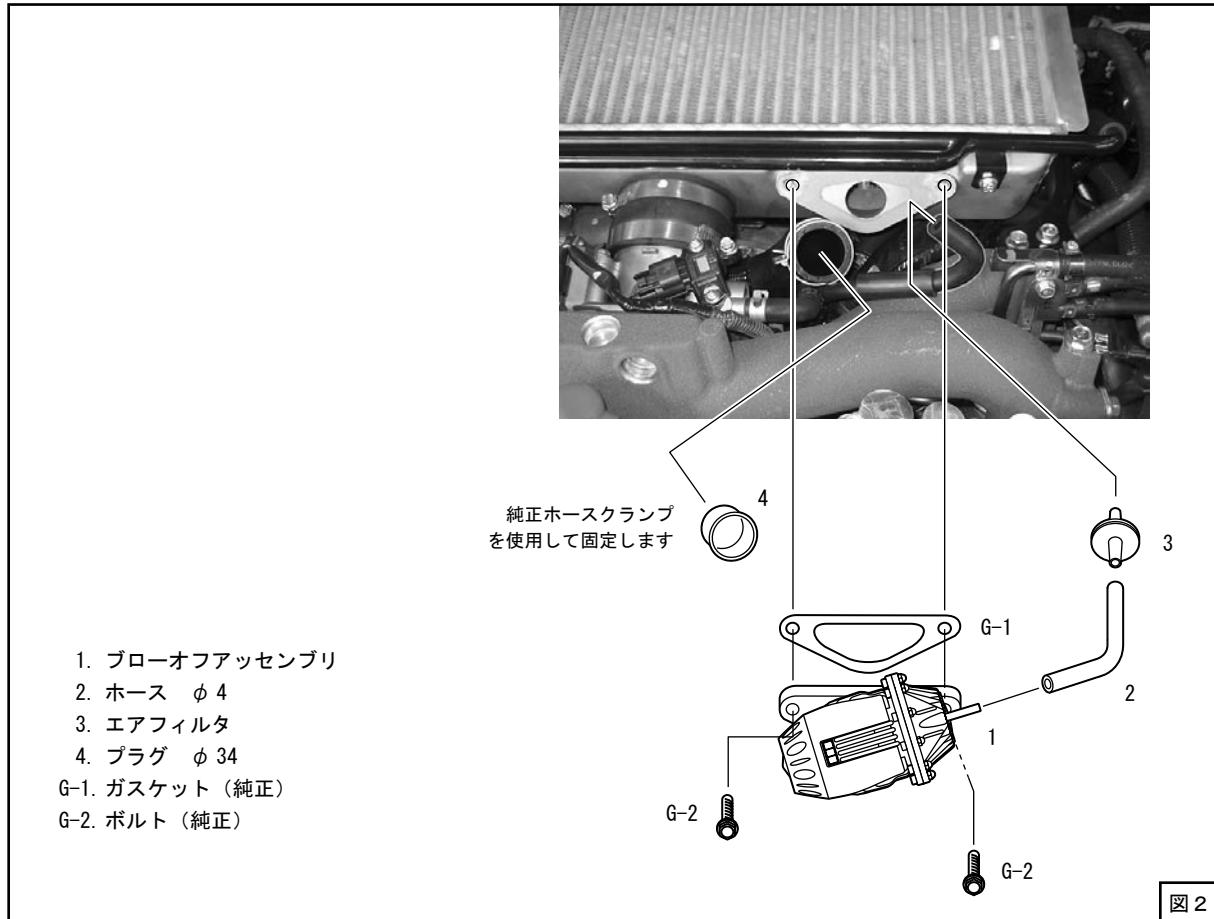
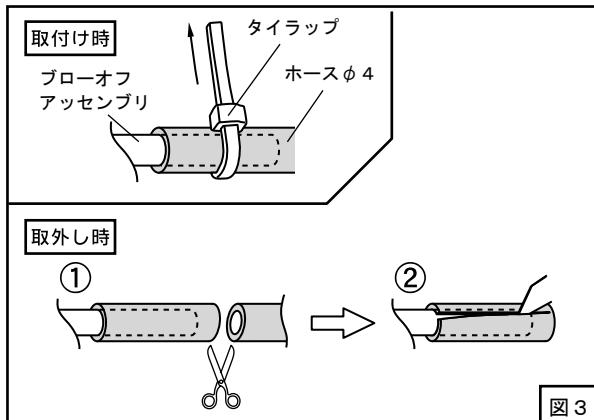

図 2
図 3
(1) エアバイパスホースに純正ホースクランプを使用して ϕ 34 プラグを取付けてください。(図 2)
(2) インタークーラにブローオファッセンブリを仮付けしてください。(図 2)
(3) キットパーツを使用してブローオフバルブ作動用の配管を行なってください。ホース ϕ 4は適当な長さに（ある程度余裕を持たせて）切って使用してください。(図 2)
(4) ブローオファッセンブリのニップル部に取付けたホース ϕ 4をタイラップで縛り、固定してください。(図 2、図 3)
ブローオファッセンブリを取り外す時など、ホース ϕ 4をブローオファッセンブリから抜く際は、タイラップを外した後、一度ホース ϕ 4を切断し切り込みを入れてから取外してください。(図 3)